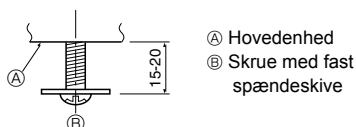

Fig. 9-5
9.4.1. Forberedelser (Fig. 9-5)
- Monter de to medfølgende skrue med spændeskiver ② i hovedenheden (i hjørnet med drænrør og i det modsatte hjørne) som vist i diagrammet.